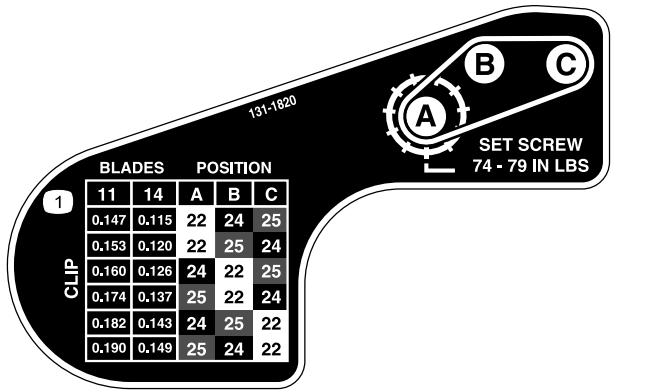

Figura 22
- 6. Usando la tabla de la pegatina ilustrada en Figura 22, determine la frecuencia de corte deseada y las poleas que tendrá que reubicar.
- 9. Instale cada polea en la configuración nueva según lo indicado en la pegatina (Figura 22).